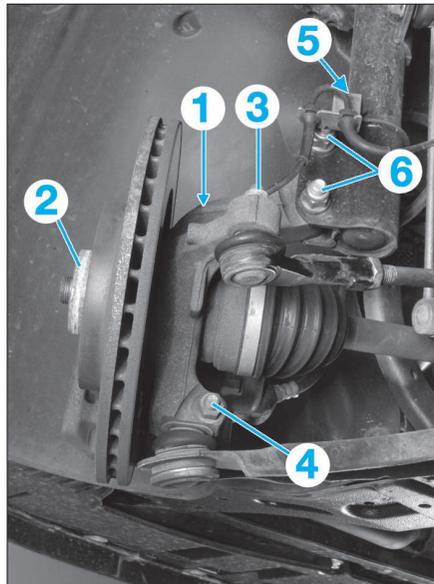

FIG. 9
- Déclipser le capteur de vitesse de roue (1) derrière le pivot (Fig.9).